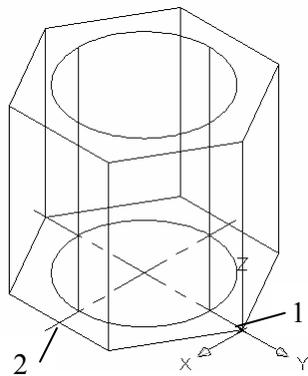

Рис. 6.6. Перенесення поточної КСК у точку
Вводять висоту 100, а кут – 0, натискають <Enter> і одержують геометричне тіло (рис. 6.6).
6. Для побудови призматичного отвору на бічній поверхні геометричного тіла встановлюють початок поточної КСК (користувачької системи координат) у точку 1. Для цього клацають мишею по кнопці **Начало** плаваючої панелі інструментів **ПСК** і показують курсором на точку 1 (рис. 6.6).